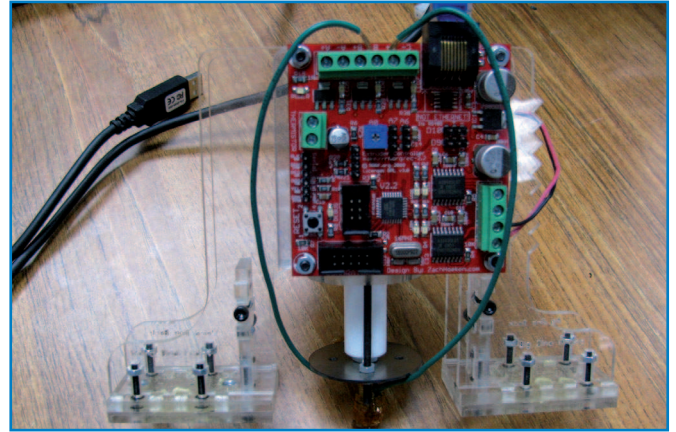

Figura 4: Un ejemplo de cabezal de extrusión.
- El cabezal de extrusión. El cabezal de extrusión (Figura 4) es la pieza que empuja el material hasta la plataforma de construcción o la capa de material anterior. En el proyecto Fab@Home, se trata de un sistema de jeringuilla, el cual puede aceptar toda una variedad de materiales y pueden remplazarse de forma barata en caso de una construcción fallida. En CupCake y otros derivados de RepRap, el cabezal de extrusión es una fina boquilla con un elemento de calentamiento. Todas las formas de cabezal de extrusión tienen algún tipo de circuitería de feedback en un elemento de control del motor que permite controlar el ritmo de extrusión y a menudo muchas otras cosas, como la temperatura.